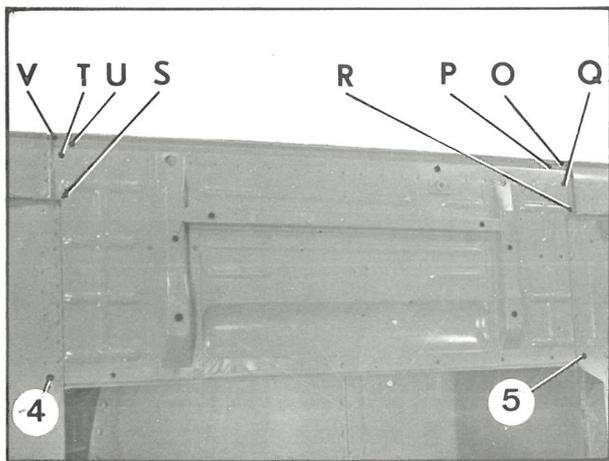

Fig. 5
Le positionner par les deux trous (4) et (5) (fig. 5)